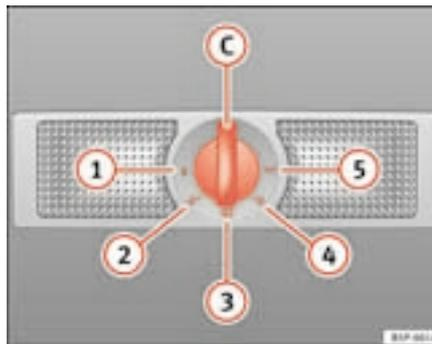

Abb. 77 Innenleuchte ▶
- In Schalterstellung ① ⇒ Seite 118, Abb. 77 sind die Innen- und Leseleuchten ausgeschaltet.